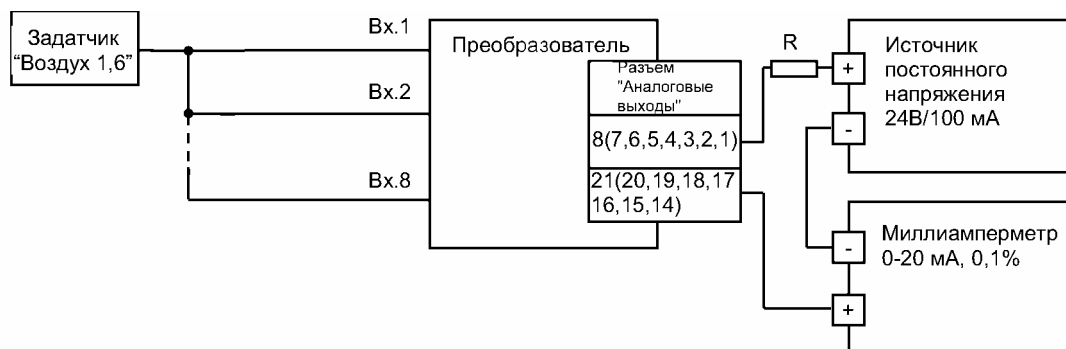

Рисунок 8.1
3) подключите источник питания и миллиамперметр к соответствующим контактам (см. рисунок 8.1);